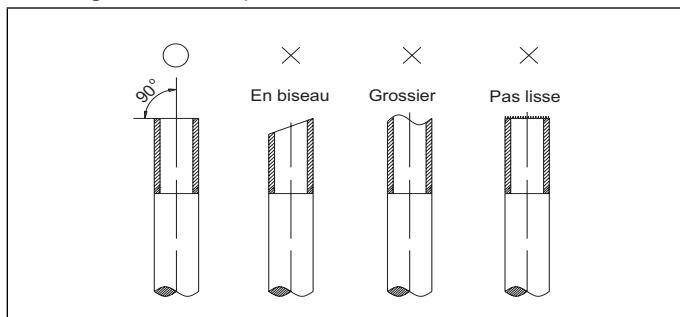

Figure 26. Coupe des conduites
4. Couper les conduites avec un coupe-tube. Les coupes doivent être plates et lisses comme illustrées à la «Figure 26. Coupe des conduites».